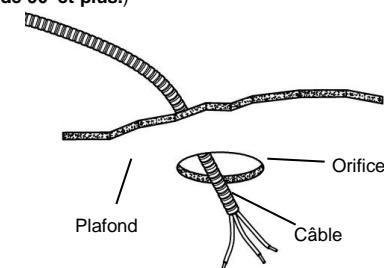

Fig. 3
3. Passez un câble armé (BX) ou un câble non métallique (NM) (également appelé câble Romex) du disjoncteur ou de la boîte de fusibles jusqu'à l'orifice de 8,3 cm (3 1/4 in.), en laissant dépasser une longueur de 15,2 cm (6 in.) - 20,3 cm (8 in.) hors de l'orifice. Vous pouvez utiliser un câble de calibre 12 AWG ou moins. (Fig. 3) (**MISE EN GARDE :** utilisez des fils d'alimentation conçus pour résister à une température de 90° et plus.)